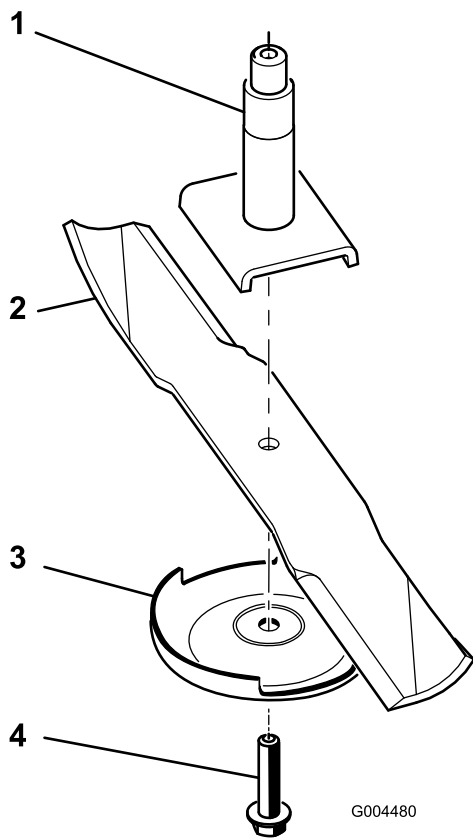

Рисунок 71
Примечание: Если нож остается в горизонтальном положении, значит нож сбалансирован и его можно использовать. Если нож не сбалансирован, удалите некоторое количество металла только с конца области крыла (Рисунок 71). Повторяйте эту процедуру до тех пор, пока нож не будет сбалансирован.
1. Установите нож на шпindel (Рисунок 71).
2. Установите защитную пластину и болт ножа (Рисунок 71).